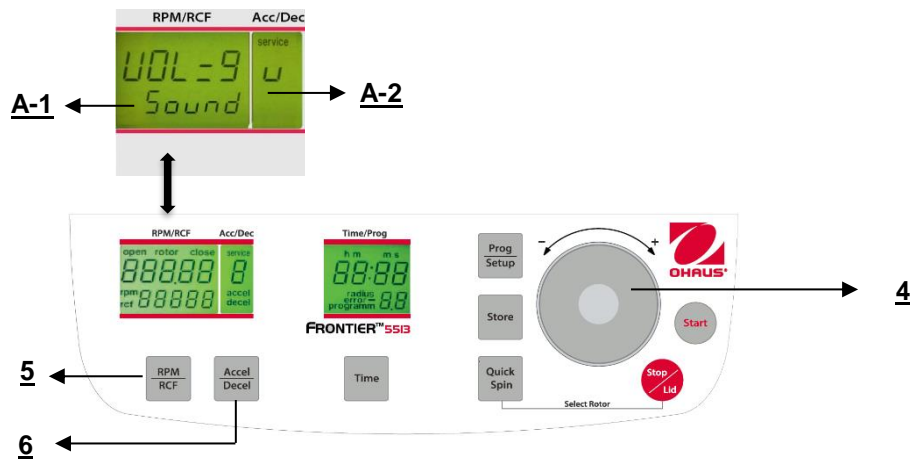

Figure. 31
Poursuivre conformément à la description du paragraphe 4.1.2 pour entrer dans ce mode de programme et appuyer ensuite sur la touche "**Accel/Decel**" (6). Sur l'affichage "**Acc/Dec**" (A-2), le mot "**Service**" clignote. Sélectionner maintenant la lettre "**U**" avec le cadran de réglage (4). Ceci entraîne l'apparition des mots "**Vol=0-9/Sound**" sur l'affichage "**RPM/RCF**" (A-1). Après avoir appuyé sur la touche "**RPM/RCF**" (5), l'utilisateur peut régler le volume désiré entre 0 (faible) et 9 (fort) avec le cadran de réglage (4) (voir la figure 31).